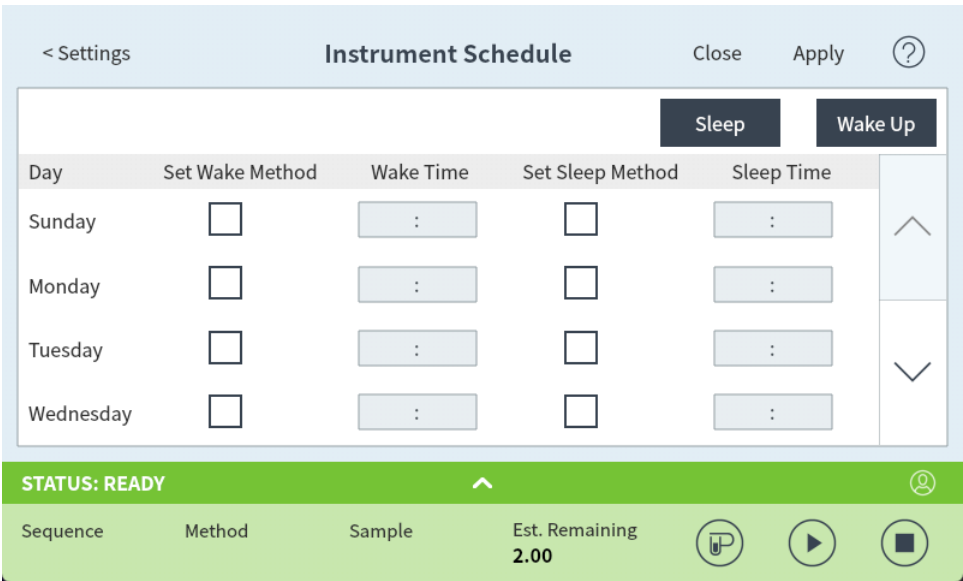

Figura 72. Página del programa del instrumento
1. Seleccione **Programador (Scheduler)**. Se abrirá la página del programa del instrumento Consulte la **Figura 72**.